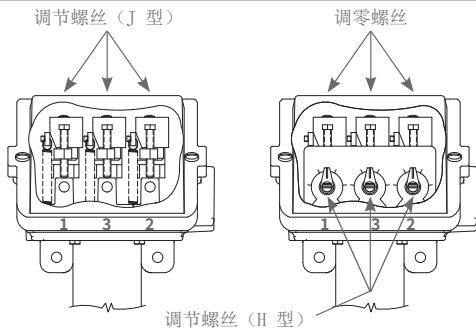

图 2
“J”型控制器有一个内部调节螺丝, “H”型有一个内部校准刻度盘和指针(见图 2)。
- 2 调节设定点, 顺时针转动调节螺丝可调高设定点, 逆时针可调低设定点(见图 2)。进行调节时, 不得超过铭牌所示额定耐压限制, 否则可能造成设定点漂移。
- 2 转动调节螺丝, 带动指针指向刻度盘上的目标值, 调节每个设定点(见图 2)。型号刻度盘分度可参见产品数据表。
- 4 如果需要重新校准, 将设备连接到经校准的压力表。按照第 2 步中的说明操作, 直到开关转换。如果在刻度盘上选择的设定点与压力表不匹配, 顺时针转动调零螺丝(见图 2)提高压力或逆时针转动降低压力, 直到刻度盘与压力表匹配。
- 2 调节每个**下降**设定点，顺时针转动调节螺丝可调高每个设定点，逆时针可调低每个设定点（见图 2）。**下降**设置保持不变。